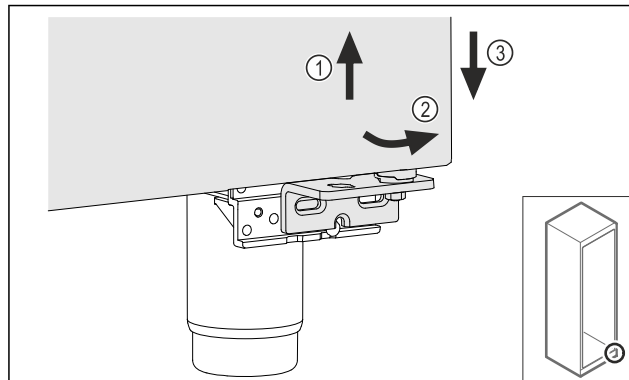

Fig. 21
- ▶ Ridicați ușor ușa Fig. 21 (1), basculați-o jos spre înainte Fig. 21 (2) și coborâți-o Fig. 21 (3).